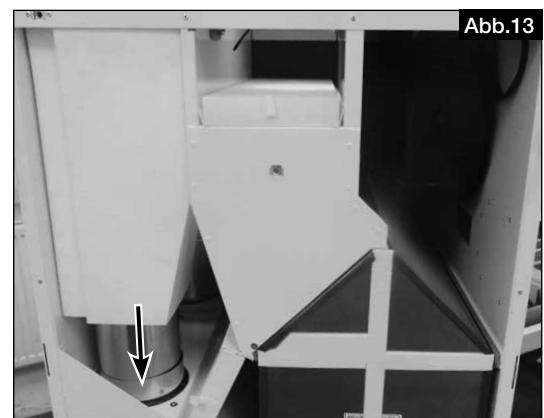

Abb.13
13. Schalldämpfer in Richtung Geräteoberseite drücken und Verbindungsrohr herunterziehen, bis dieses wieder in der Manschette ist (s. Abb. 13).